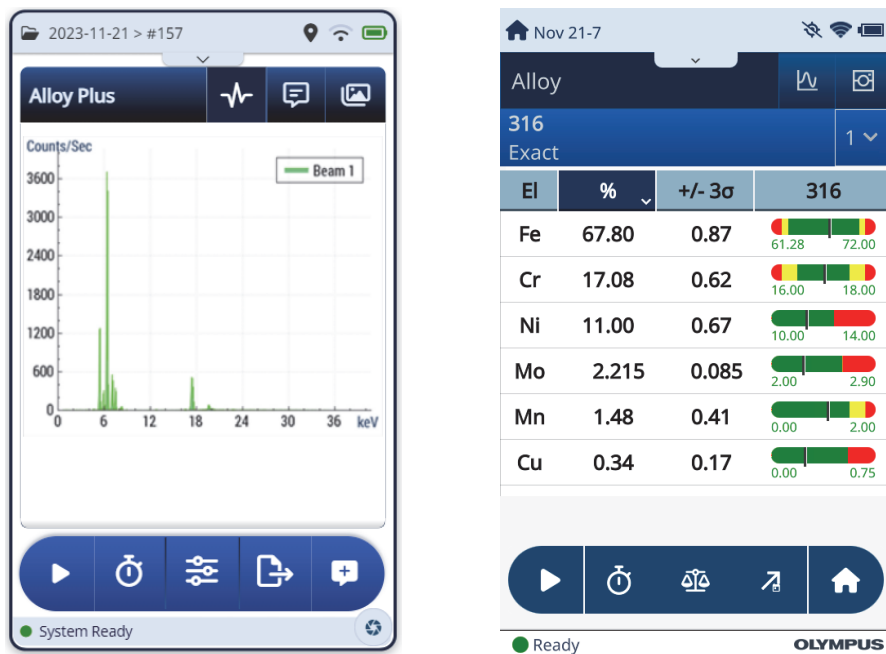

図 3-15 検査開始および完了画面
1. **【検査】** 画面に移動します（81 ページの図 3-15 参照）。
4. 検査が完了したら、[元素]、[スペクトル]、[ノート] または [イメージ] バーをタップし、そのビューを拡大します（81 ページの図 3-15 参照）。